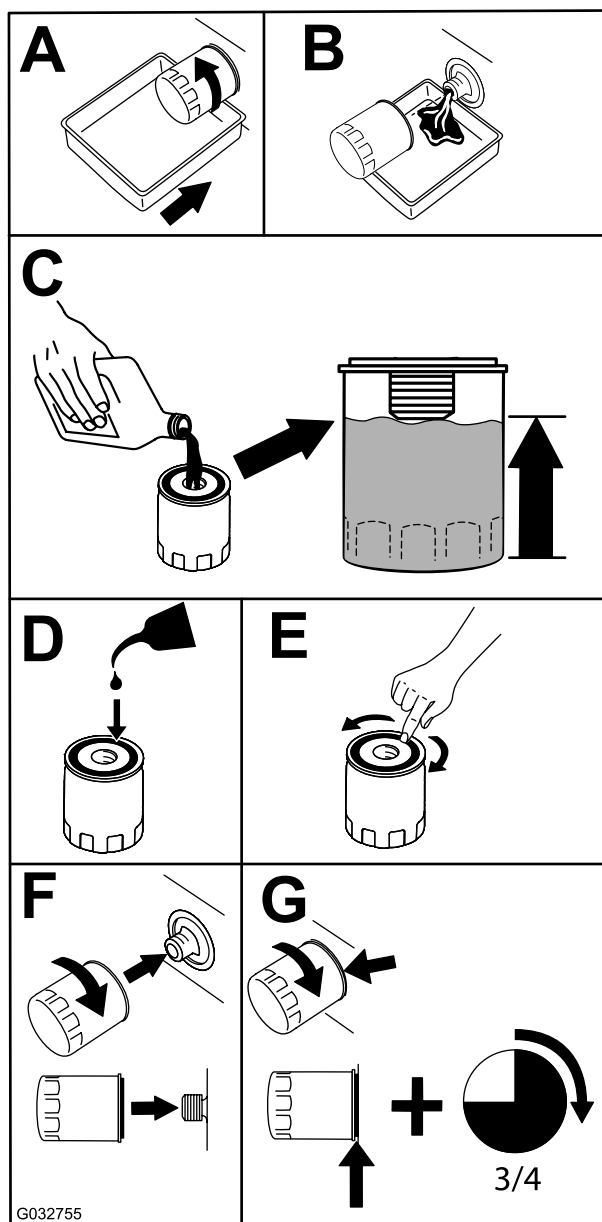

Figura 40
2. Cambiate il filtro dell'olio del motore (Figura 40).